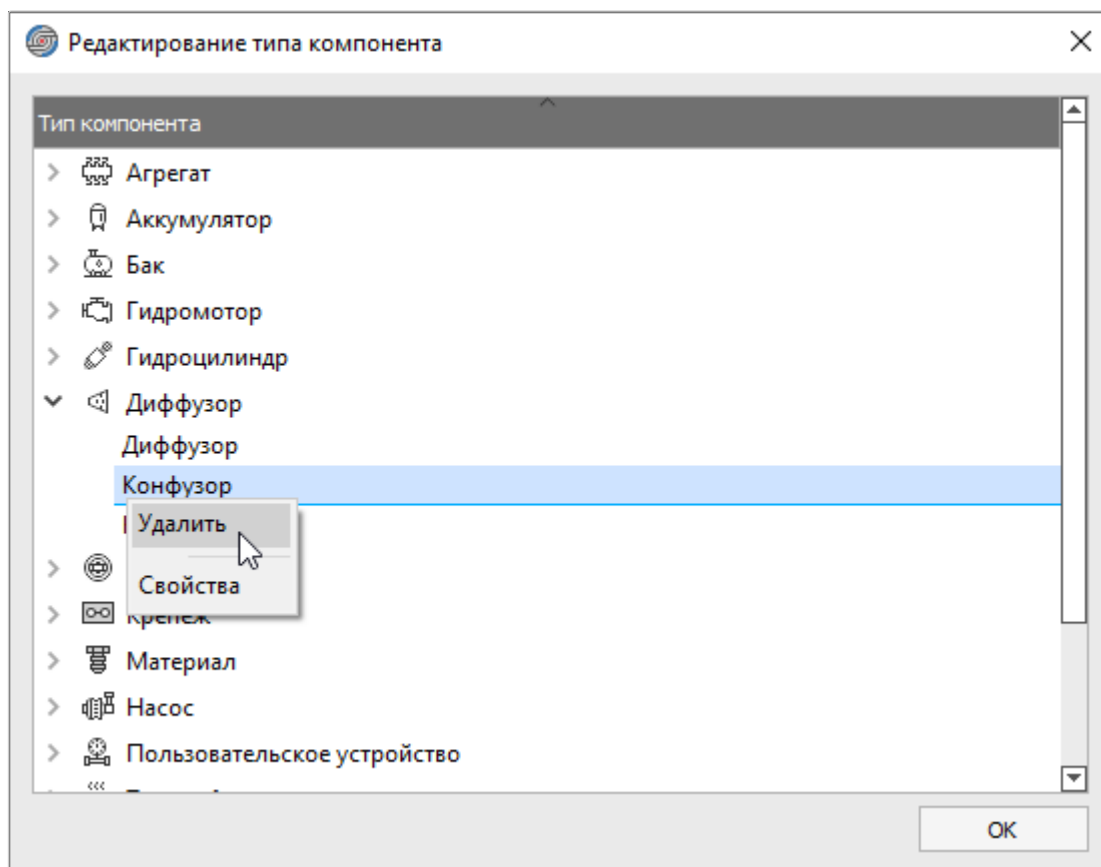

Рисунок 95. Удаление типа компонентов
- 4) Нажать клавишу `Delete` или вызвать контекстное меню и выбрать команду «Удалить» (см. рисунок 95):